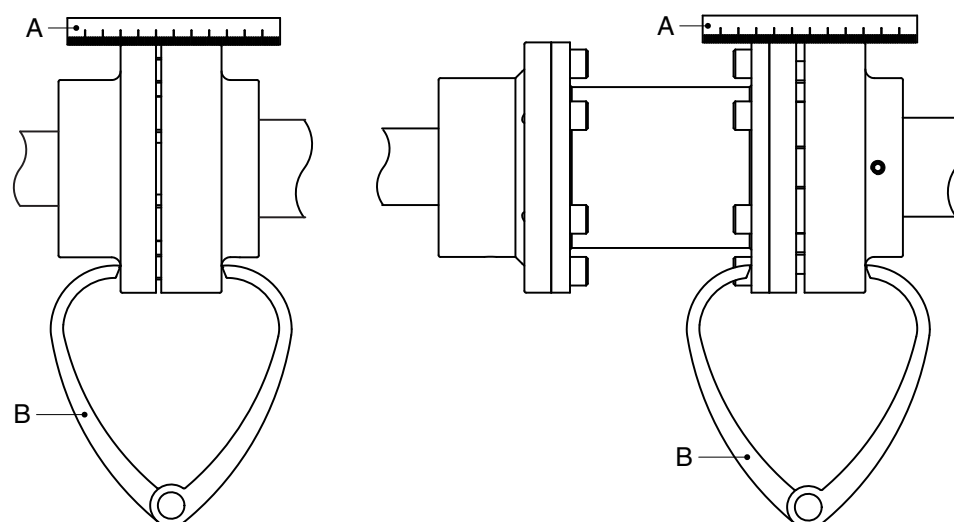

Figura 8: Alinhamento do acoplamento utilizando uma régua e um compasso de espessura.
- 1 Coloque uma régua (A) sobre o acoplamento. Coloque ou retire os calços de cobre que forem necessários para colocar o motor elétrico à altura correta, de modo que o bordo direito fique em contacto com as duas metades do acoplamento ao longo de todo o comprimento. Consulte a figura 8.
Consulte a figura 8.